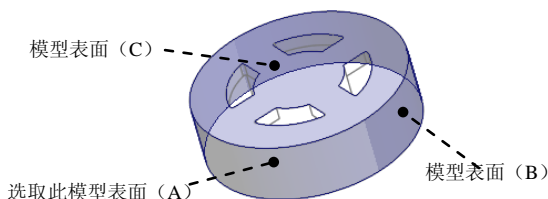

图 18.6 定义复制曲面
(1) 在屏幕右下方的“智能选取栏”中选择“几何”选项。
(2) 选取要复制的面组，操作方法如下。
① 选择 **视图** 功能选项卡 **模型显示** 区域中的“显示样式”按钮 , 按下 **线框** 按钮，将模型的显示状态切换到实线线框显示方式。
② 将模型调整到图 18.6 所示的视图方位，采用“从列表中拾取”的方法选取图 18.6 所示的模型表面(A)，按住 **Ctrl** 键，采用同样的方法选取模型表面(B)和模型表面(C)。
(3) 单击 **模具** 功能选项卡 **操作** 区域中的“复制”按钮 。
(4) 单击 **模具** 功能选项卡 **操作** 区域中的“粘贴”按钮 。系统弹出 **曲面：复制** 操控板。
(5) 填补复制曲面上的破孔。在操控板中单击 **选项** 按钮，在“选项”界面选中 ☒ **排除曲面并填充孔** 单项，选择图 18.6 中的模型表面(C)。
(6) 单击操控板中的  按钮。